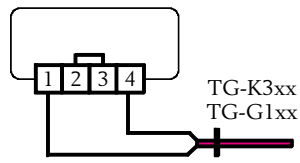

Abb. 4
- Abb. 4: Anschluss von Fußboden- oder Kanalgeber bei Betrieb mit internem Sollwert